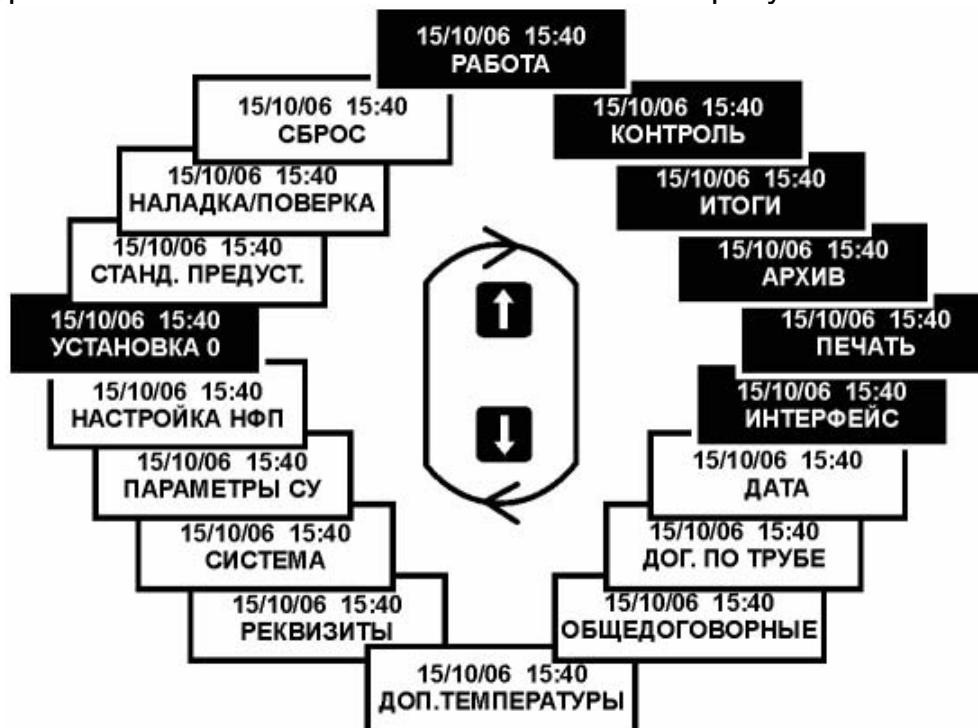

Рисунок 3 – Структура меню тепловычислителя ВКТ-5
- 5) **меню 1-го уровня** (рисунок 3) позволяет выбрать тип настроек параметров, подлежащих установке, или тип параметров теплопотребления, подлежащих рассмотрению;